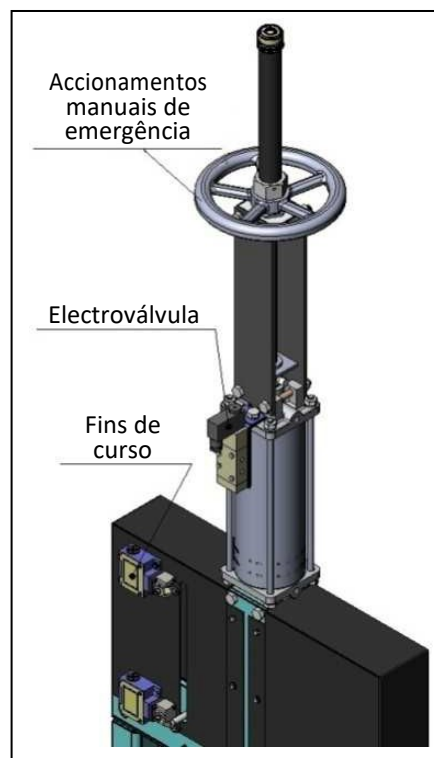

fig. 18
- **Fins de curso mecânicos, detectores indutivos e posicionadores (fig. 18):**
- **Electroválvulas (fig. 18):**
permite actuar a comporta manualmente em caso de falha de energia ou de ar (fig. 18).